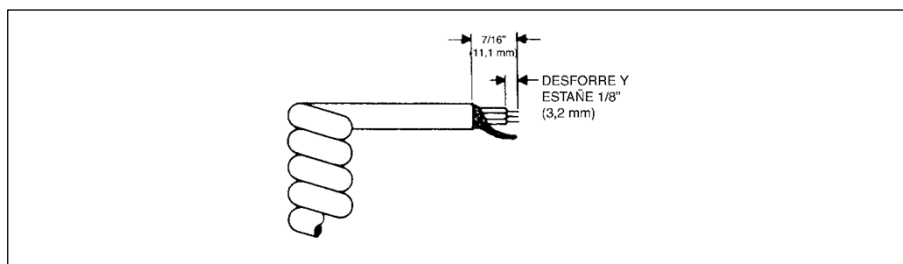

Figura 2. preparação do cabo do microfone.
1. Corte os fios de conexão de modo que se estendam 11 mm (7/16") além da jaqueta plástica isolante do cabo do microfone (ver Figura 2).